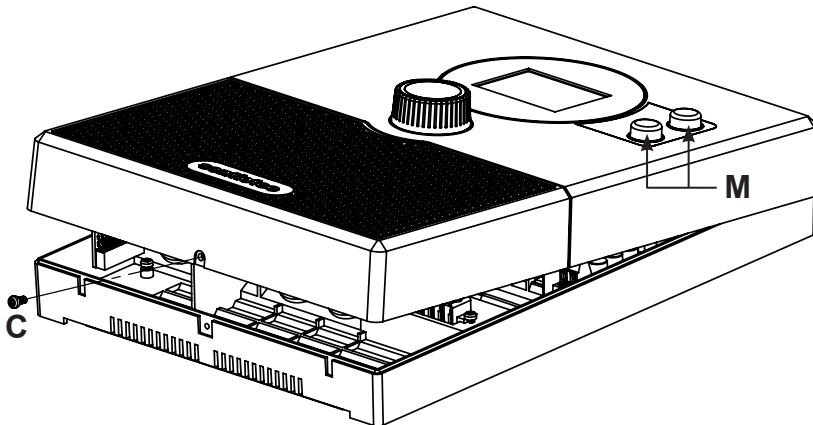

Bild 2 Borttagning av locket
2. Ta bort kapslingsskruven **C** med en skruvmejsel och lyft locket från undersidan (se **Bild 2**).